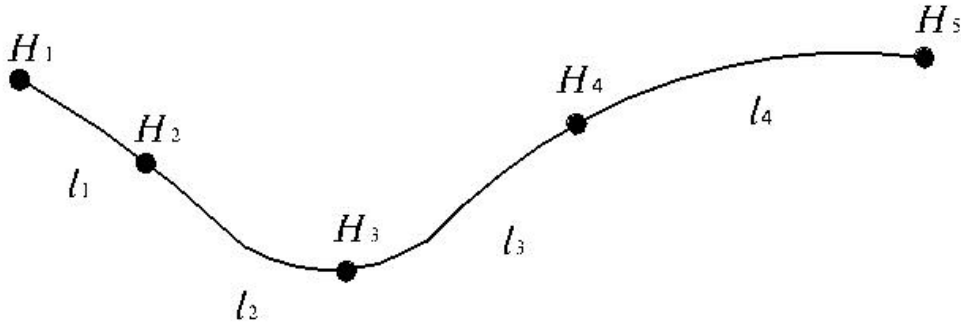

Рис. 1 Фрагмент трассы транспортирования
- построение исходного профиля трассы (рис. 1). Разбиение трассы на характерные участки (забойные, траншейные, по поверхности, подъём на отвал (склад), отвальные). В случае отсутствия дорог по поверхности допускается объединение участков траншейных дорог и подъем на отвал в один участок (выездные).